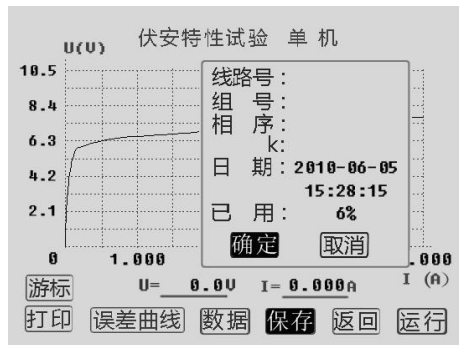

图 20 伏安特性试验结果保存设置界面
5) 保存：通过旋转鼠标将光标移动至保存选项并按下，将弹出一个伏安特性试验结果保存参数设置对话框（如图 20）。线路号可以设置六位，每一位用数字 0~9 或者“空格”表示，通过旋转鼠标将光标移动至“线路号”右边的选项并按下旋转鼠标，光标缩小为一个数字大小，通过转动旋转鼠标即可得到所需值，每按一下旋转鼠标可设置下一位数字，当按完六下后，即完成线路号的设置。组号由一位 0~9 的数字或者“空格”表示，设置方法跟线路号相同。相序由一个字母或者“空格”表示，字母可以为“A、B、C、D”中的一个，设置方法跟线路号相同。K 由一位 0~9 的数字或者“空格”表示，设置方法跟线路号相同。日期为当前时间。已用表示已保存的数据量。当设置完参数后将光标移动至确定选项并按下，仪器自动完成保存并返回到上一级伏安特性试验结果操作界面；当将光标移动至取消选项并按下，仪器自动返回到上一级伏安特性试验结果操作界面。